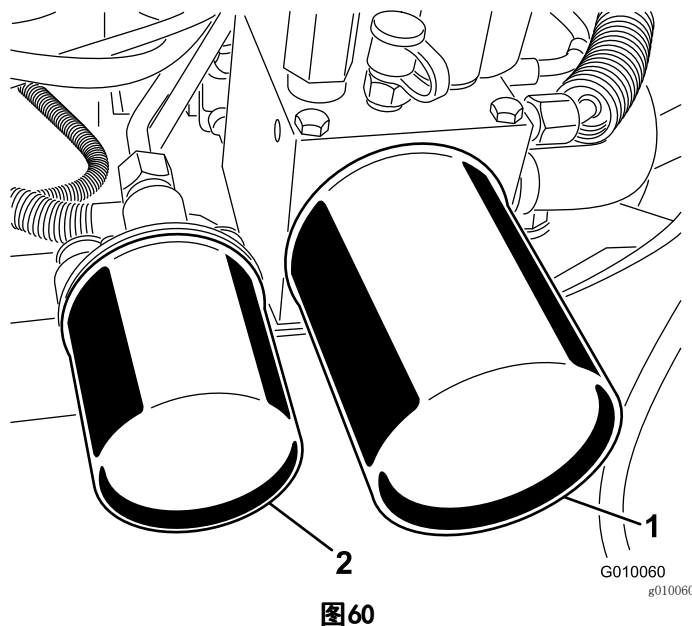

图60
2. 在滤芯下放一个放油盘，拆下旧滤芯，并将滤芯安装座垫片表面擦拭干净（图60）。